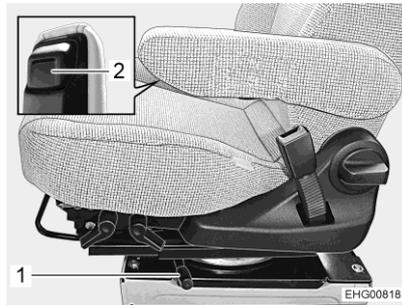

Bild 16 Entriegelungshebel zum Drehen
- Entriegelungshebel (Bild 16,1) nach hinten drücken. Die Arretierung wird gelöst.
- Unterteil der Armlehne (Bild 16,2) vorn drücken und gedrückt halten.